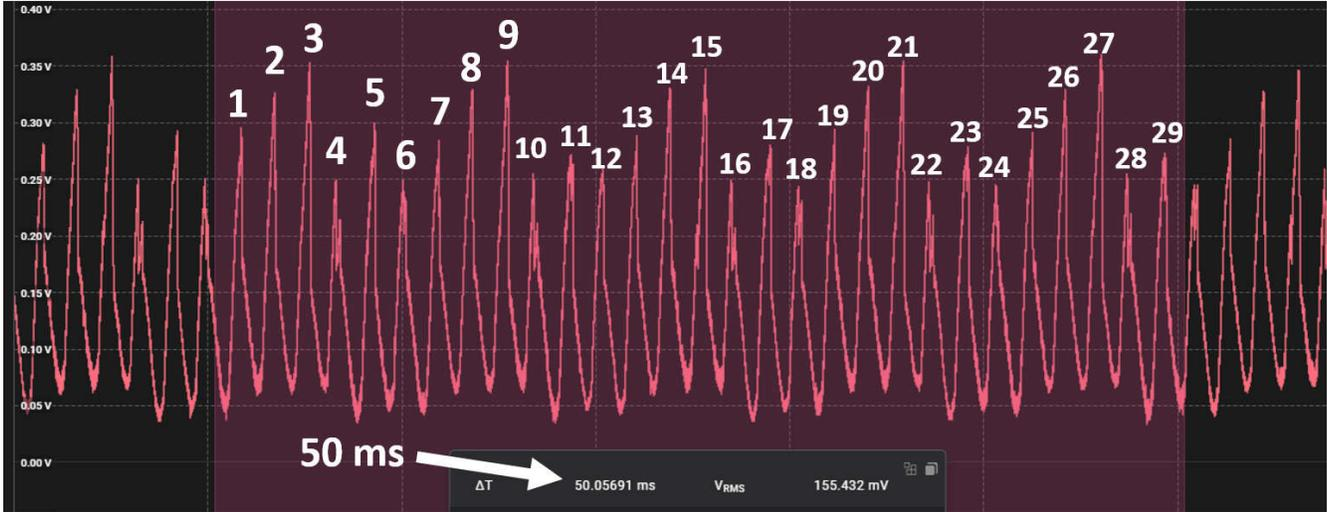

图 3-9. 电气纹波速度测量
3. 捕获至少 50 毫秒的电流波形。计算峰数，如图 3-9 所示。在 *Number of Ripples Manually Calculated* 框中输入峰数，然后将捕获时间（例如，50ms）输入 *Count Duration* 框。TI 建议对给定电机至少计数 20 个纹波。